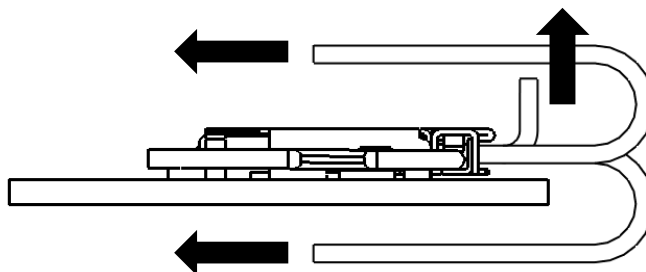

図 29
- ・図 29 のように、矢印方向に常に力が加わるようなケーブルの引き回しを行うと、嵌合外れやコネクタの破損等の恐れがありますので、ご注意願います。